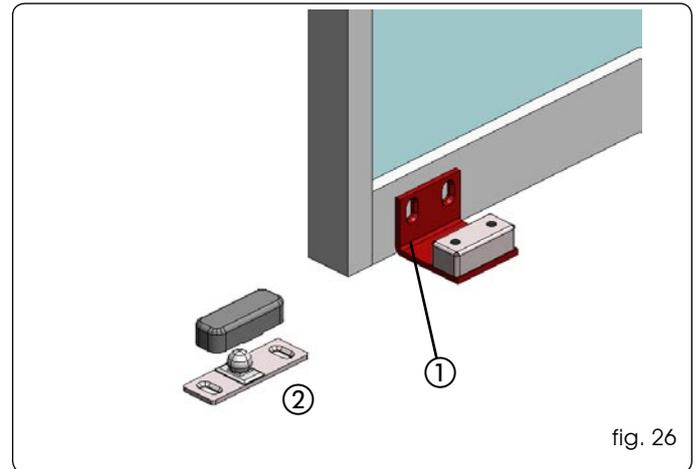

fig. 26
- Fissare i pattini come indicato in fig. 26 rif. ① utilizzando viti adeguate.
- Fissare direttamente il pattino a pavimento, come indicato in fig. 26 rif. ② utilizzando tasselli e viti adeguate.